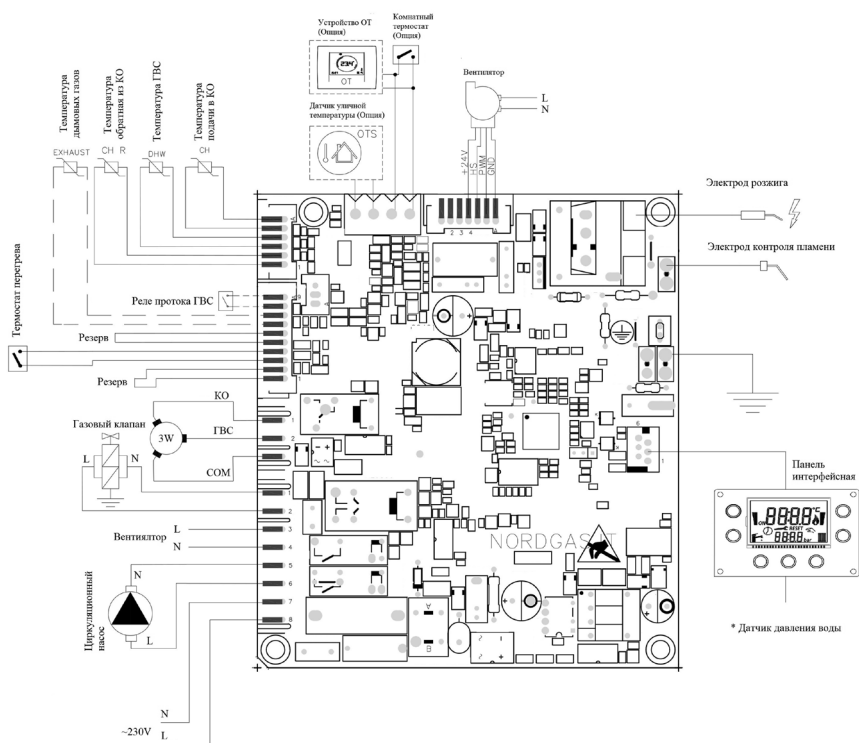

Рис. 12. Схема электрических подключений
- продеть двухпроводную кабель, идущий от выносной панели, через проходную муфту 5 в корпусе и подключите его к клеммам 1 и 2 (рисунок 12);